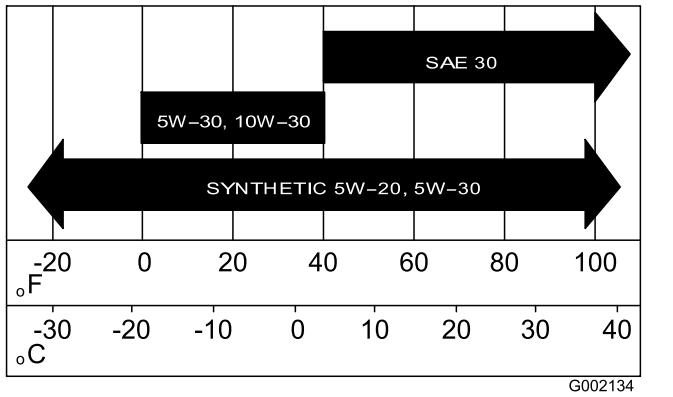

Bild 34
5. Füllen Sie das Kurbelgehäuse mit dem Öl der angegebenen Sorte (Bild 34).